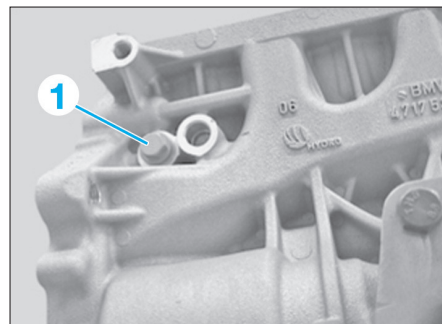

Fig. 94
- Dévisser le bouchon de vidange (1) du liquide de refroidissement sur le bloc-moteur (Fig.94).